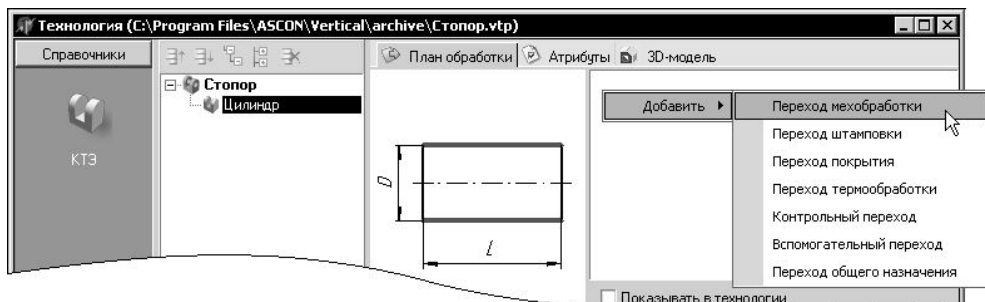

Рис. 9.21. Добавление перехода в план обработки
1. Щелчком правой кнопки мыши в правом окне вкладки **План обработки** откройте контекстное меню. В пункте меню **Добавить** выберите тип перехода, добавляемого в план обработки КТЭ (на рис. 9.21 выбран переход механообработки).